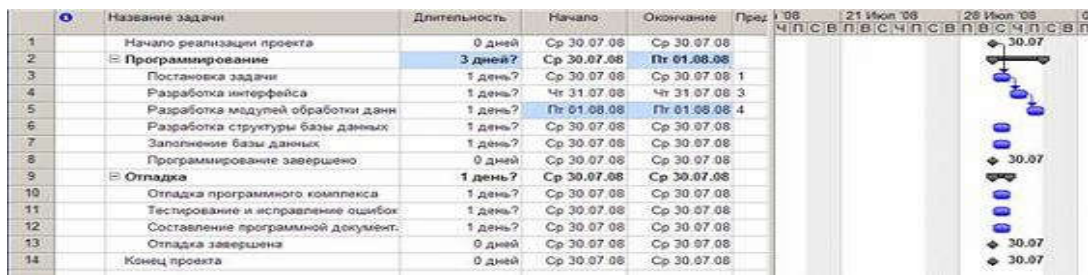

Рис. 3.22. Создание связи через столбец Предшественники
- В результате установлена связь Разработка интерфейса ? Разработка модулей обработки данных, изображенная на рис. 3.22.